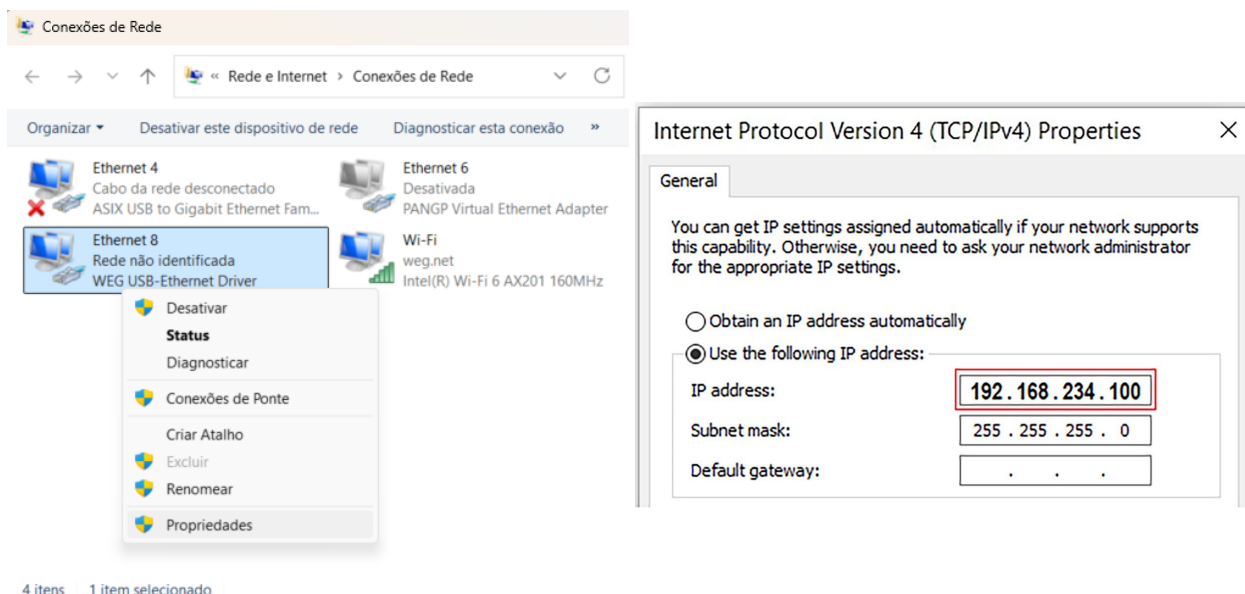

Figura 9.1: Propriedades da USB Device emulando uma porta Ethernet
4. Nas propriedades do Protocolo IPV4 da interface Ethernet que reconhecer como WEG-Ethernet Driver, definir o IP como estático, dentro da mesma rede (ex: **192.168.234.100**) conforme a Figura 9.1 na página 9-1.